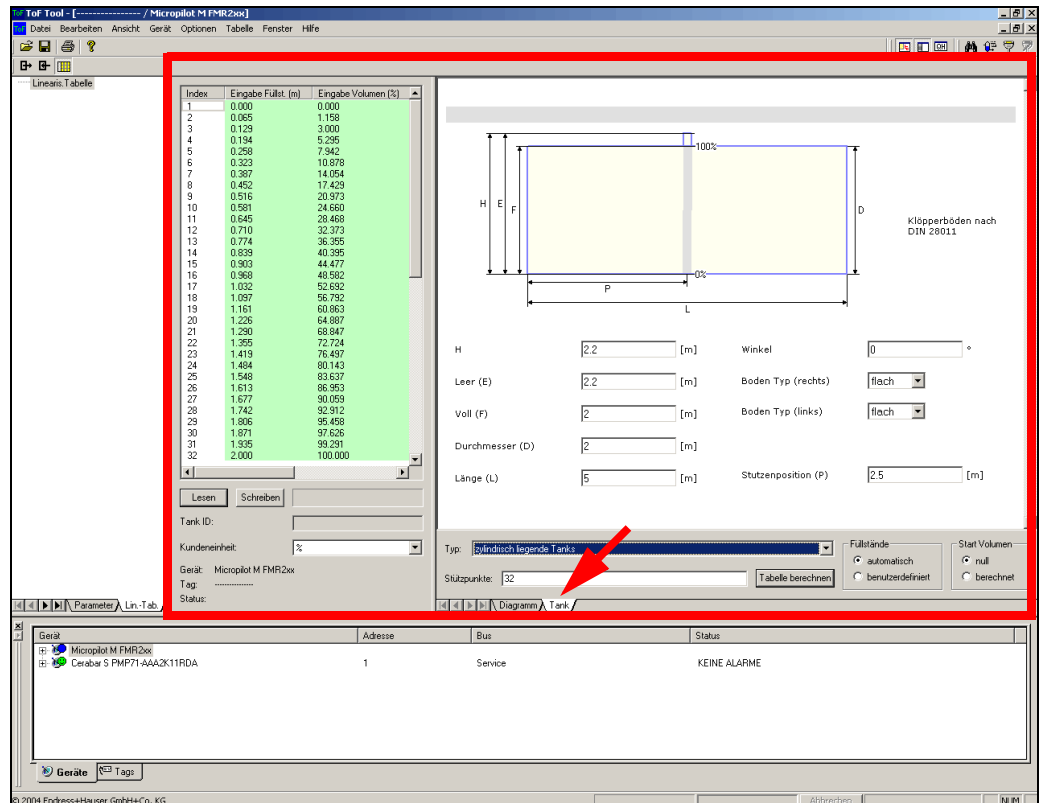

Abb. 41: Dialogfenster - Linearisierungstabelle: Tank
- Auswahl und Berechnung der Behälterform (siehe Abb.41)